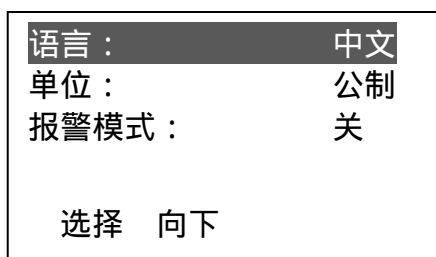
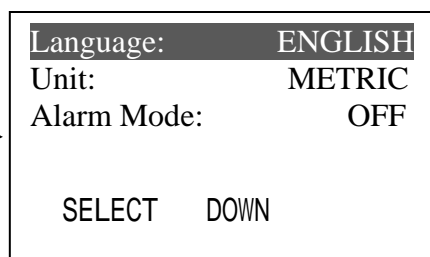

图 24
图 25
d. 按 **←** 或 **→** 键选择语言，按 **←** 键循环显示中文和英文，（如图 24 和图 25）：